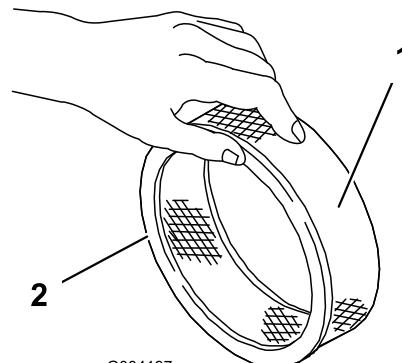

图15
5. 检查纸质过滤器是否存在破裂、油性薄膜和橡胶封条损坏（图15）。
1. 小心将泡沫预滤器滑到纸质过滤器上（图15）。